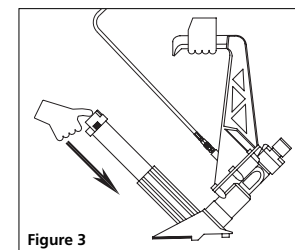

Figure 3
3. Pousser et reverrouiller la porte du chargeur (voir la figure 3).